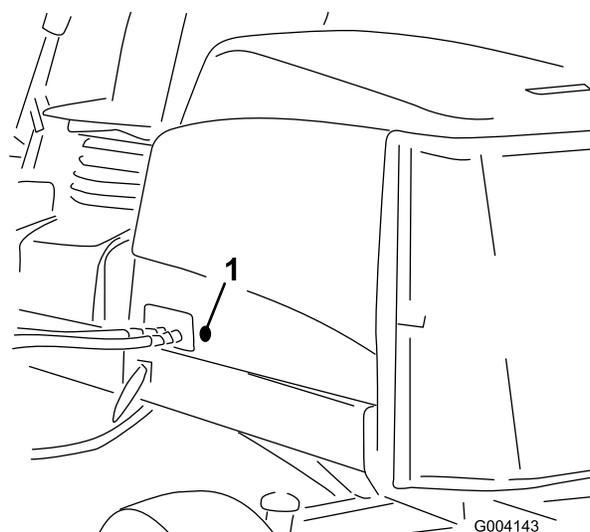

Рисунок 17
2. Извлеките резиновую втулку из отверстия с левой стороны капота (Рисунок 17).